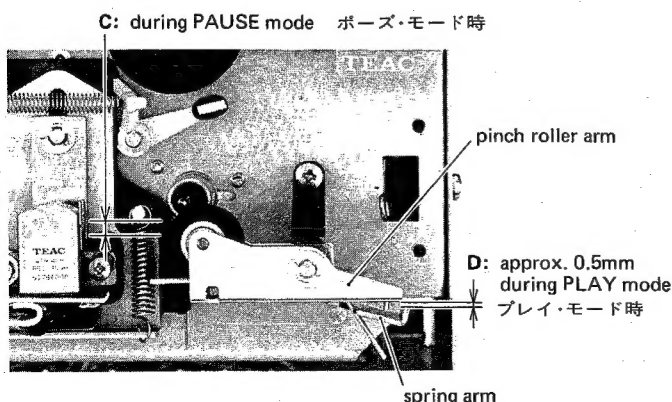

Fig. 4-4
1. With the deck in the play mode, check that there is a clearance of approx. 0.5 mm between the pinch roller arm and the spring arm ("D" in fig. 4-4).
4. Repeat switching operations from STOP to PAUSE mode two or three times, and make sure that when repeating steps 1 and 2, the clearances "D" and "B" are within the specified range respectively. Also make sure there is a clearance between head base and spring stud ("C" in fig. 4-4).
Note: During play operation, make sure there is a clearance of approx. 0.5 mm between the pinch roller arm and the spring arm. Refer to fig. 4-4.
1. プレイ・モードにして、ピンチ・ローラ・アームとスプリング・アームのすき間 (図4-4のD) が約0.5mm であるか確認する。
4. ストップ・モードからポーズ・モードへの切換え操作を2, 3度繰り返した後、再度1, 2項のチェックをして、間隔DとBがそれぞれ規定通りか確認する。また、ヘッド・ベースとスプリング支柱との間 (図4-4のC) にすき間があるか確認する。
注意: プレイ・モード中、ピンチ・ローラ・アームとスプリング・アーム間に約0.5mmのすき間があるか確認する (図4-4参照)。